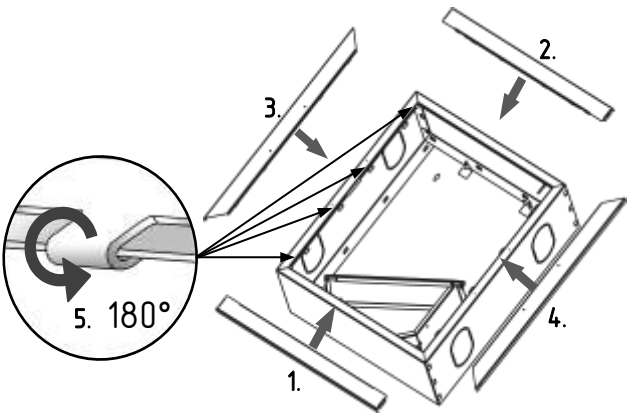

Рис. 5. Очередность установки планок встраиваемого шкафа
- 1) Присоединить к шкафу четыре планки рамки-нащельника в указанной последовательности (см. Рис. 5);